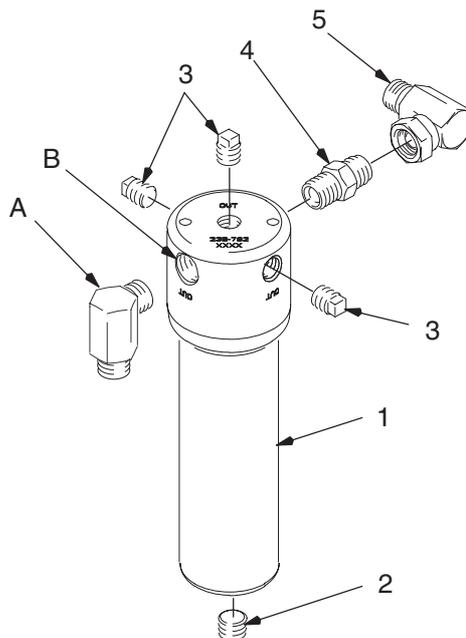

Fig. 1
1. Rimuovere il gomito (A) dall'uscita della pompa. Installarlo nell'uscita del filtro (B). Vedere Fig. 1.
2. Installare il gruppo del filtro sulla pompa avvitando il gomito del filtro (5) nell'uscita della pompa.